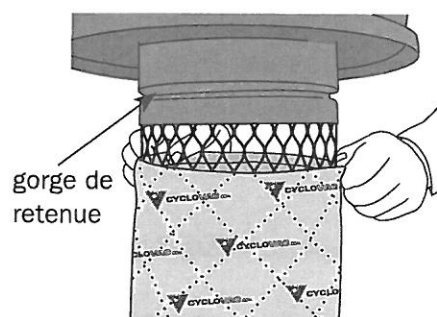

figure 13
3. Vergewissern Sie sich, dass beide Filter vor dem Wiedereinsetzen vollkommen trocken sind. Sie müssen ausserdem am oberen Rand mit dem Gummiband in der Kerbe des Filterhaltergehäuse eingerastet werden (**Abbildung 13**), um einen ausreichenden Schutz des Motors zu gewährleisten. Setzen Sie zuerst den dicken Cyclofilter ein und danach den dünnen Antiblockierfilter darüber.